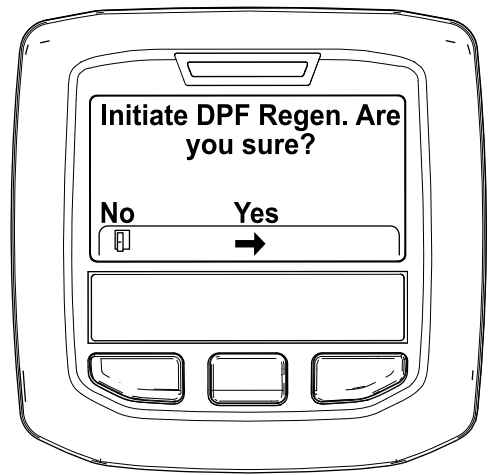

Figura 35
4. Cuando aparezca el mensaje "Initiate DPF Regen. Are you sure?" (Iniciar regeneración de DPF, ¿está seguro), pulse el botón central (Figura 35).